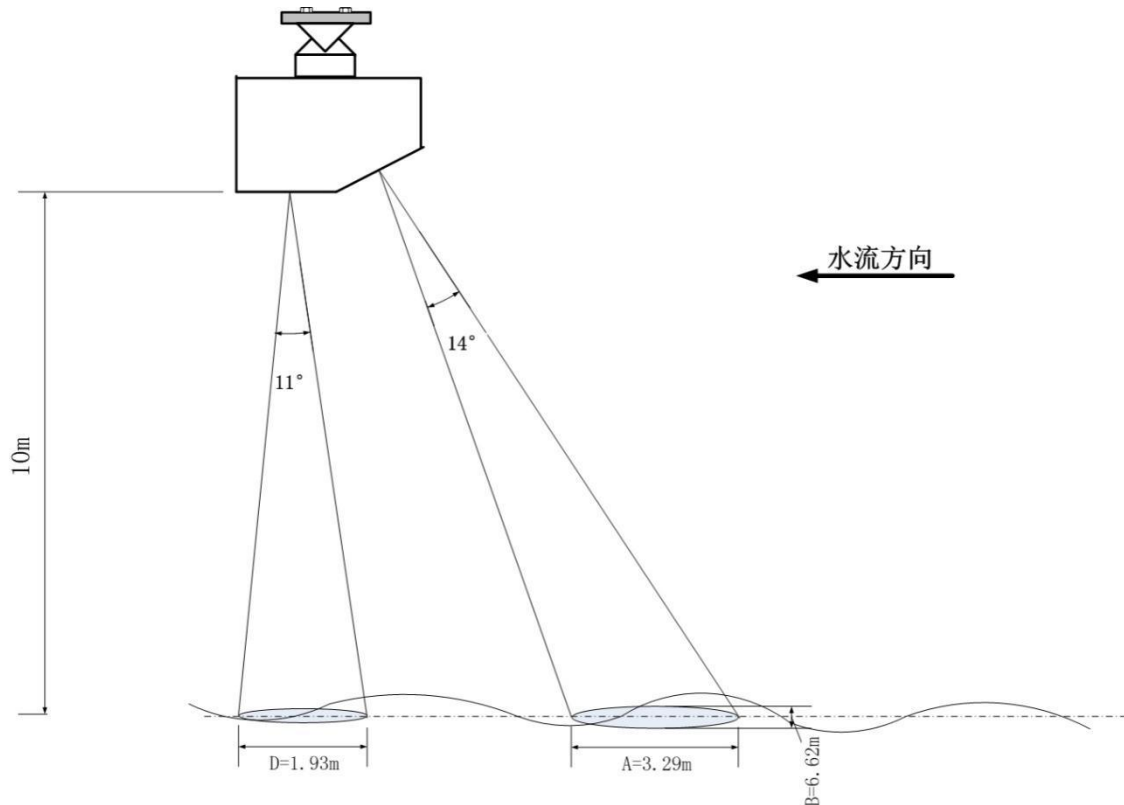

图 3-3 安装 10 米水位计和流速计天线照射区域
流量计集成了雷达水位计和雷达流速计，雷达水位计天线波束角为 $11 \times 11^\circ$ ，雷达天线角度为 $14 \times 32^\circ$ ，水位计照射水面时，照射区域类似一个圆，流速计照射水面时，照射区域类似一个椭圆区域，如图 3-3 所示，准确理解雷达波的照射范围有助于选择合适的地方安装，避免一些容易被干扰的场景，如河流两边随风摆动的树枝。
雷达照射水面区域边界与安装高度成正比，表 3-1 给出安装高度为 1 米时，水位计和流速计波束照射水面时 A、B、D 参数值（A、B、D 含义见图 3-3），实际安装高度（单位米）乘以下列值即为实际对应参数。
3、流速计波束建议朝来水方向，如图 3-3 所示，且与水流方向的水平角度为 0 度。